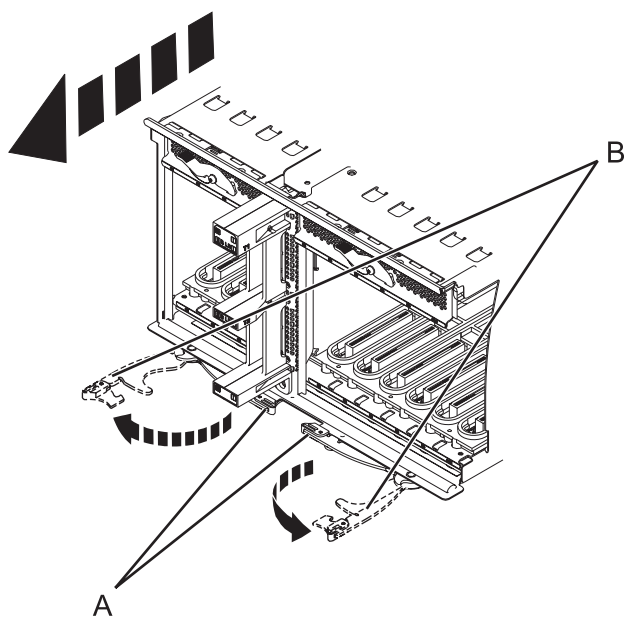

Figura 87. Extracció de la placa del sistema d'E/S
12. Premeu els pestells d'alliberament (A) i estireu de les palanques (B) per treure-les del sistema, com es mostra a la Figura 87.